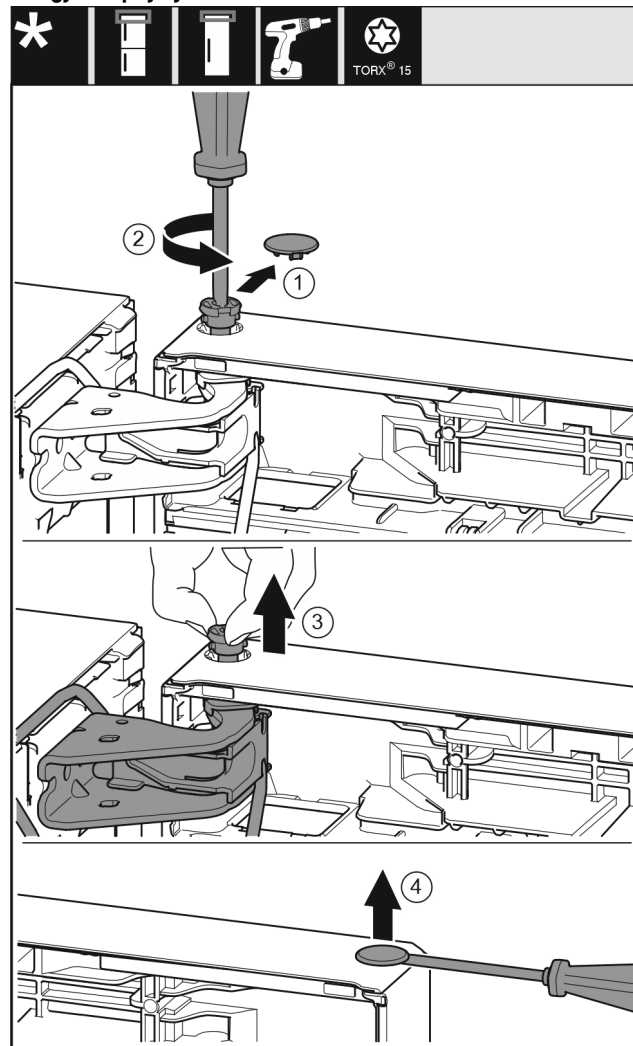

Fig. 22
- ▶ Nxirrni me kujdes kapakun mbulues të siguresës. *Fig. 22 (1)*
- ▶ Lironi paksa bulonin me një kaçavidë T15. *Fig. 22 (2)*
- ▶ Mbani derën fort dhe nxirrni jashtë bulonin me gisht. *Fig. 22 (3)*
- ▶ Ngrini lart me kujdes me një kaçavidë tapat nga manikotat e kapjes së derës dhe nxirrni jashtë. *Fig. 22 (4)*